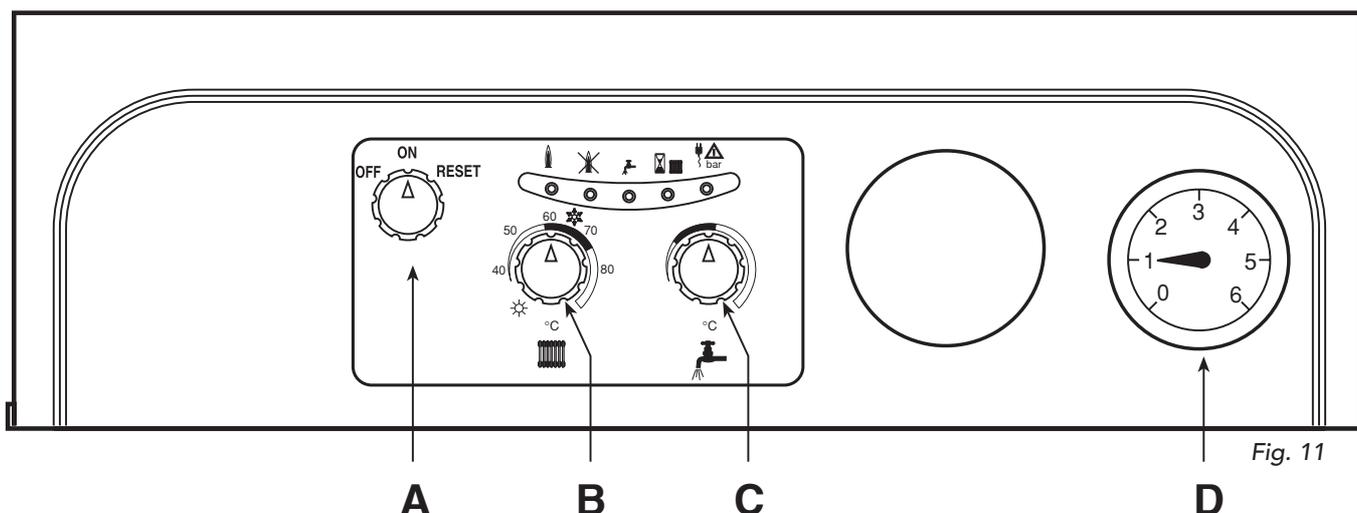

Fig. 11
“HIVER” (❄️) (fig. 11)
“ETE” (☀️) (fig. 11)
- Mettre le commutateur A (fig. 11) sur la position ON.
Si l’on choisit la deuxième solution: eau chaude sanitaire uniquement, il faut mettre le commutateur B (fig. 11) en position Eté. A ce moment-là, la chaudière est prête à fonctionner en eau chaude sanitaire.
Le réglage de la température de l'eau de chauffage s'effectue en faisant tourner le bouton prévu à cet effet (Fig. 11 - détail . 2). La température peut varier d'un minimum de 30° à un maximum de 85°. La température chauffage préconisée est de 50°C minimum.